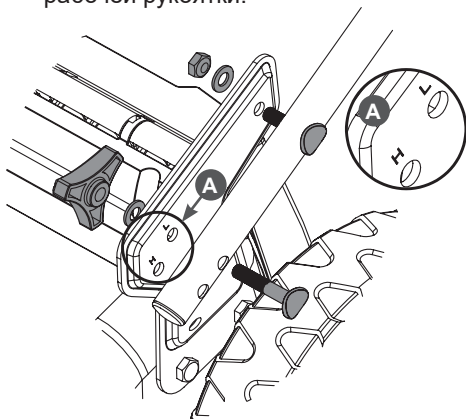

Рис. 8. Установка нижней части рукоятки
3. Установите нижнюю часть рабочей рукоятки. Совместите верхнее отверстие в нижней части рукоятки и кронштейне, вставьте в образовавшееся отверстие болт 2 с квадратным подголовком, установите шайбу и закрутите шестигранную гайку 3, не затягивая её (Рис. 8). Точно также установите другую сторону нижней части рабочей рукоятки.
Рукоятка имеет два установочных положения, высокое и низкое. Совместите одно из отверстий (L или H) в кронштейне (нижнее отверстие «Н» в кронштейне соответствует более высокому положению рабочей рукоятки, верхнее отверстие «L» соответствует более низкому положению рабочей рукоятки) и соответствующее отверстие в нижней части рукоятки и вставьте в образовавшееся отверстие болт 2 с квадратным подголовком, установите шайбу и закрутите барашковую гайку 4, не затягивая её (Рис. 8). Точно также установите другую сторону нижней части рабочей рукоятки.